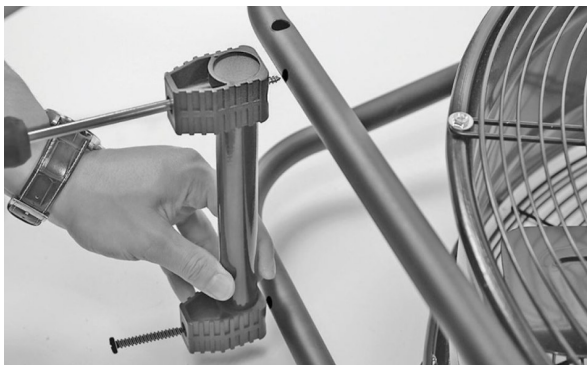

Abb. 10: Fußelement mit Grundgestell verbinden.
Schritt 4: Das Fußelement des Ventilators (Abb. 9) nun mit dem Grundgestell verschrauben (Abb. 10).